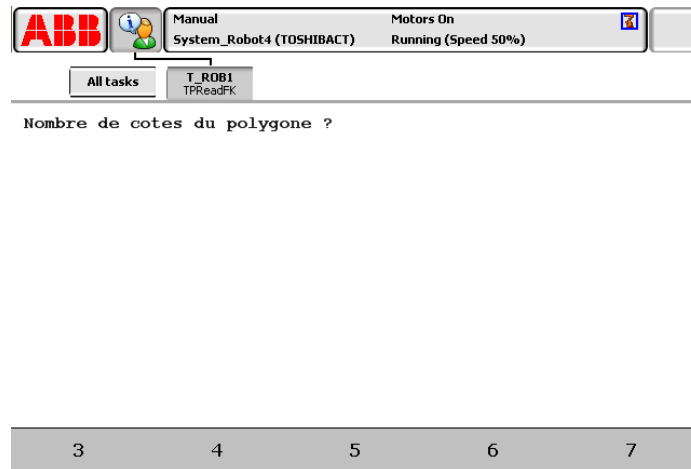

Figure 2 : Un exemple de menu (commande TPReadFK).
- c) Le programme demande le nombre de branches à la forme en affichant un menu semblable au menu présenté à la figure 2.